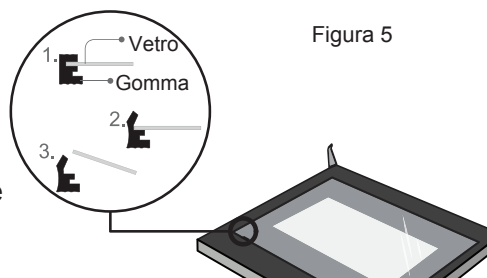

Figura 6
6. Dopo aver estratto il vetro interno, rimuovere il vetro centrale come mostrato nella Figura 6.